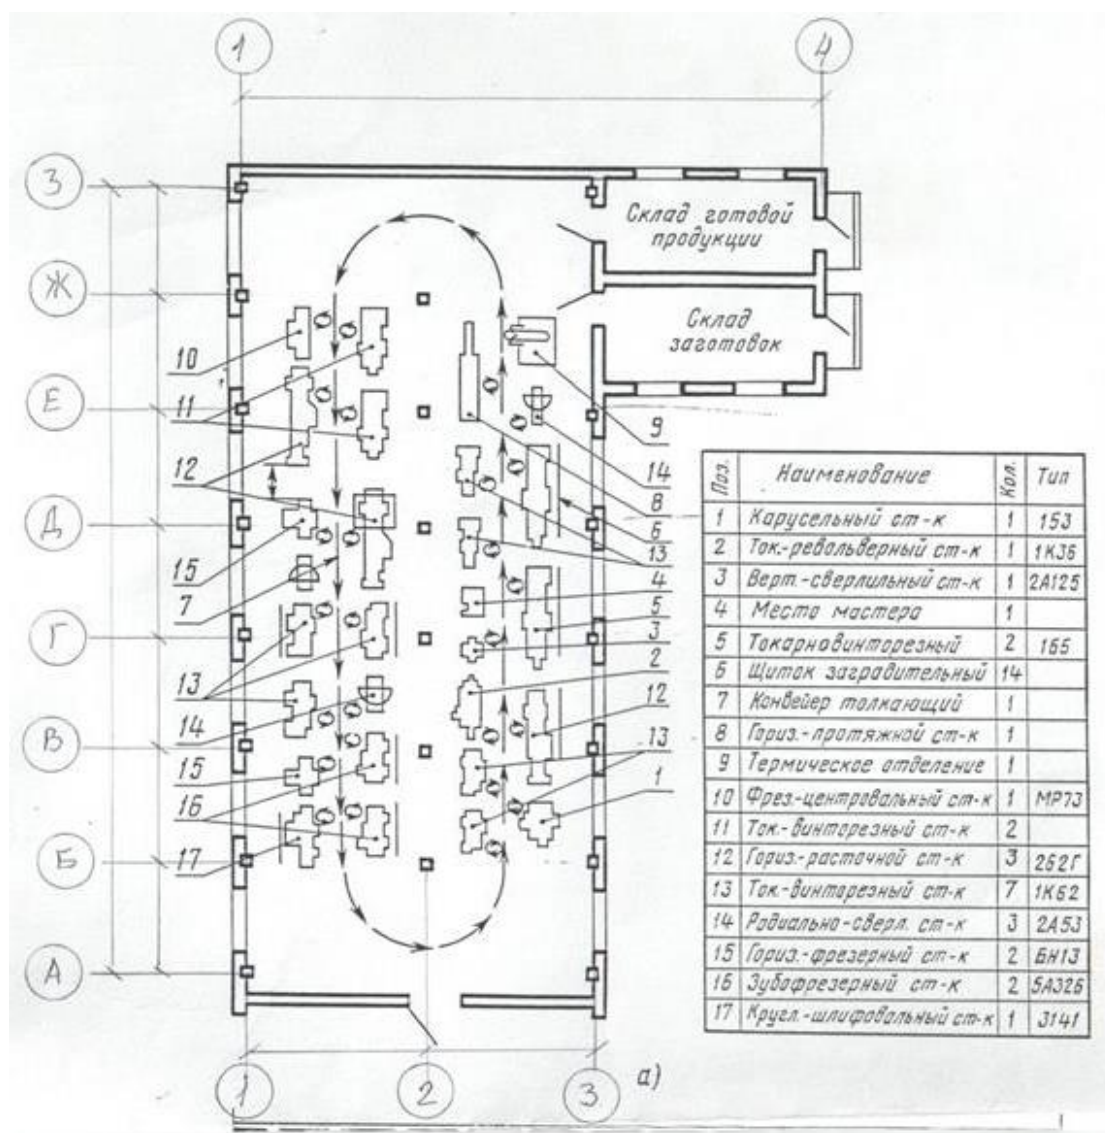

Рисунок 9 - План размещения оборудования
1. Ознакомиться с планом (рисунок 9Б приложения);